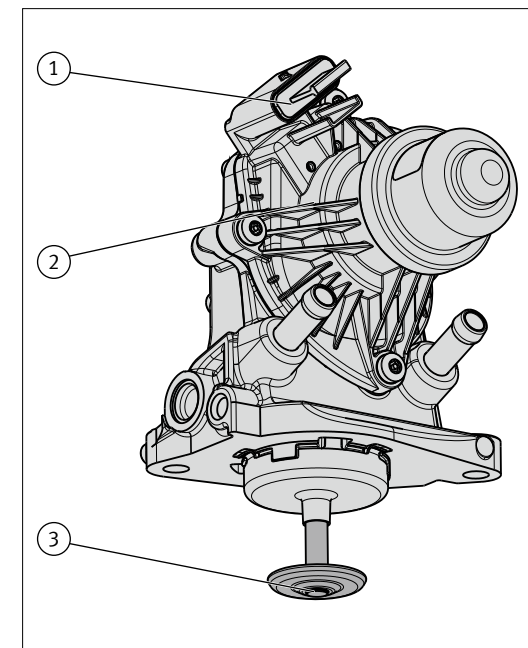

Abb. 1/ Fig. 1/ Puc. 1/ 图 1
- 安装前, 将电气接头与 EGR 阀的外壳插头 (1) 插接 (图 1)。
- 选择服务功能“更换 EGR 阀”。由此给 EGR 阀通电。可以看出, 阀盘 (3) 被拉入阀壳 (2) 一小段。